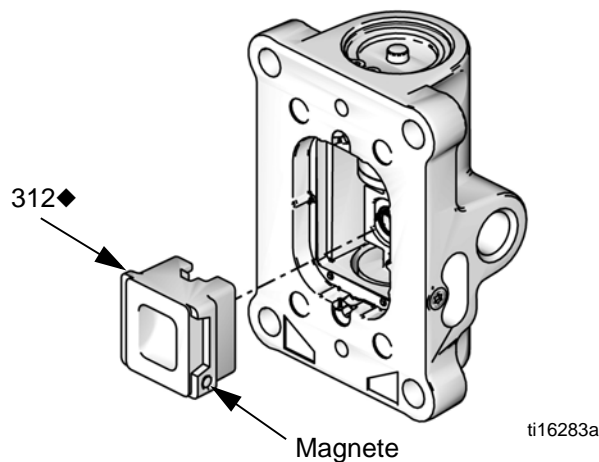

FIG. 15. Installazione della coppa della valvola dell'aria
7. Installare la molla (311♦). Lubrificare e installare la coppa della valvola dell'aria (312♦), vedere FIG. 15. Allineare la piccola calamita rotonda con l'ingresso dell'aria.